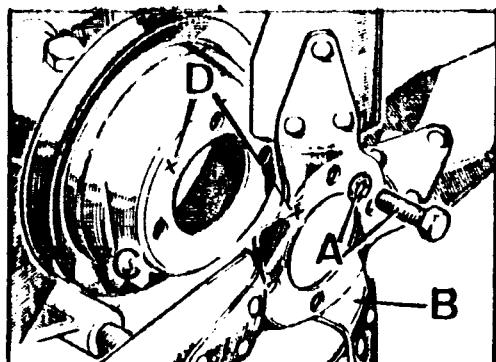

Fig. A3-20 Desmontaje del ventilador
- 1.4. Desmontar los tornillos y arandelas, A (Fig. A3-20) que fijan el ventilador a la polea. Retirar el ventilador, B, y extraer la polea, C.
- 2.2. Instalar el ventilador, B (Fig. A3-20) haciendo coincidir sus marcas de apriamiento, D, y fijarlo con sus tornillos, A.